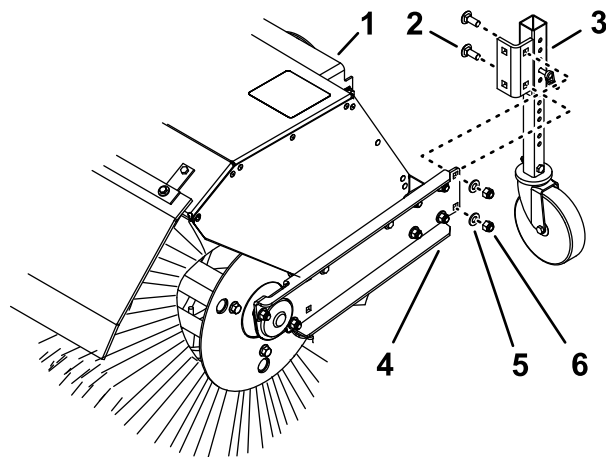

Figura 21
Durante le operazioni nella neve, spostate le ruote orientabili dalla parte anteriore del braccio della spazzola alla parte posteriore del vano motore della spazzola (**Figura 21**).
2. Rimuovete i 2 dadi di bloccaggio, le 2 rondelle e i 2 bulloni a testa tonda (**Figura 21**) che fissano la staffa della ruota orientabile al braccio della spazzola.
3. Nella parte posteriore del vano motore della spazzola, allineate i fori nella staffa della ruota orientabile con i fori sul lato interno del braccio della spazzola (**Figura 21**).
4. Fissate la staffa della ruota orientabile al braccio della spazzola con i 2 dadi di bloccaggio, le 2 rondelle e i 2 bulloni a testa tonda (**Figura 21**).